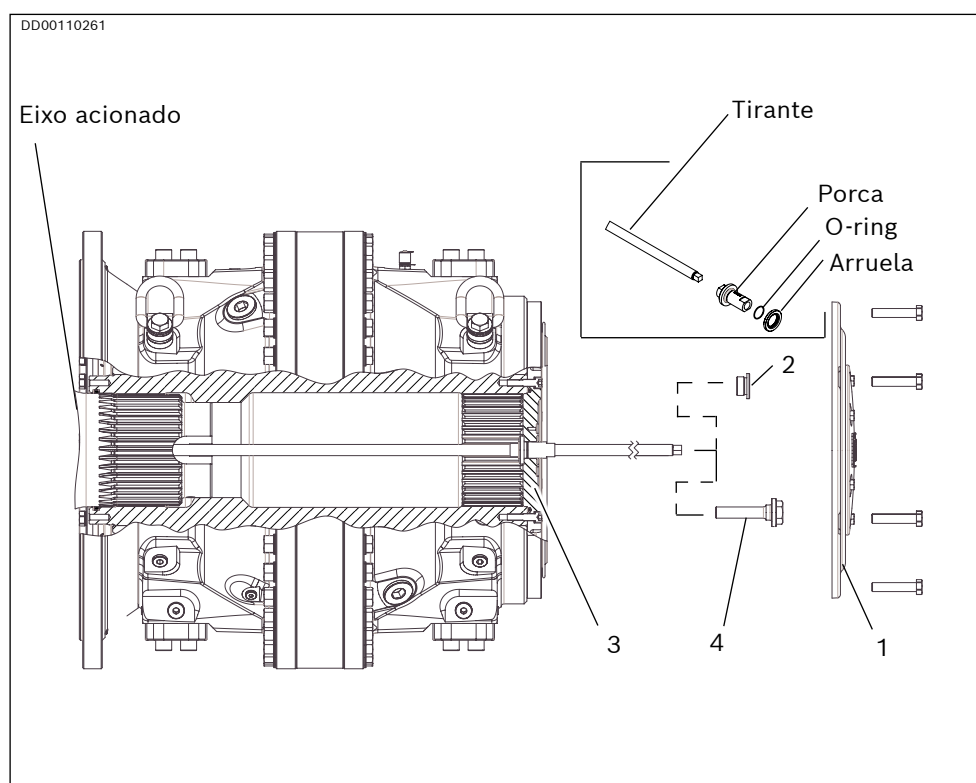

Fig. 50: Remoção do motor CBp
3. Remova a tampa (1) juntamente com os parafusos e arruelas.
4. Desmonte o kit de montagem (4) ou o bujão G 1" (2).
5. Remova o retentor do rolamento (3). O óleo será drenado.
7. Instale a ferramenta de montagem com a porca de acordo com a Fig. 50. Aparafuse-a no eixo acionado usando uma chave inglesa no rebaixo para a chave na extremidade da ferramenta de montagem.
8. Monte novamente o retentor do rolamento (3).